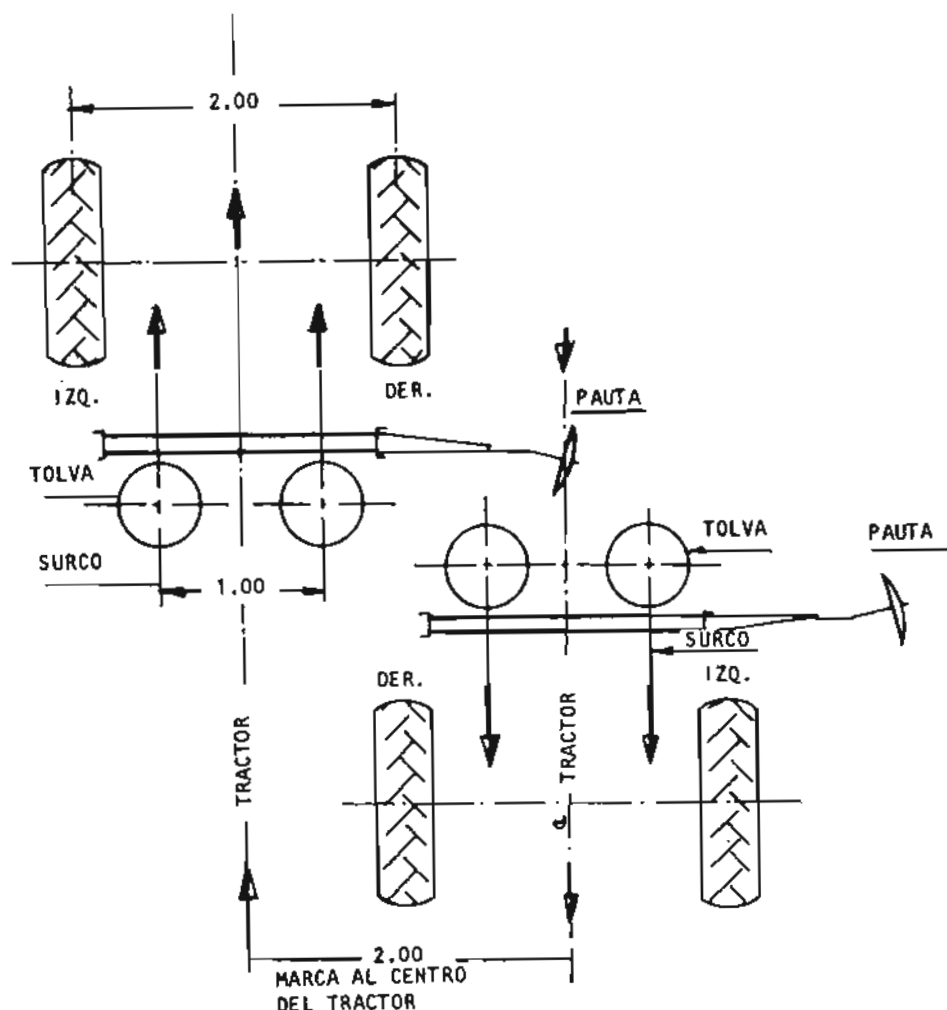

Fig. 4
- Cuando se emplea el centro del tractor como referencia: igual a 2 veces la distancia entre surcos (fig. 4).